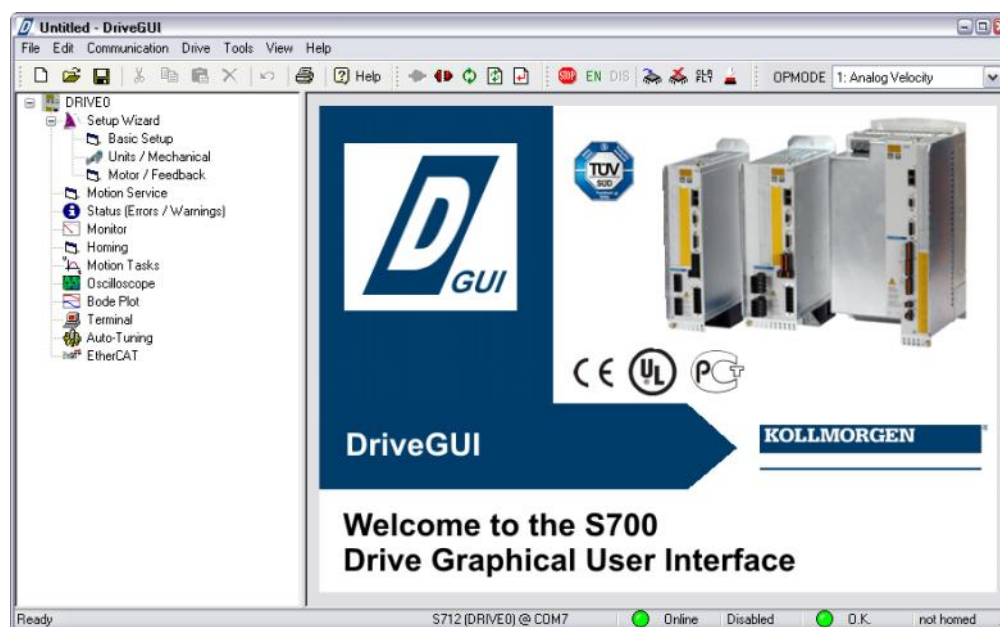

Рисунок 8 – Стартовое окно «Drive GUI»
- 4.6 Об успешной коммутации «DriveGUI» проинформирует выводом соответствующего стартового окна (рис. 8).